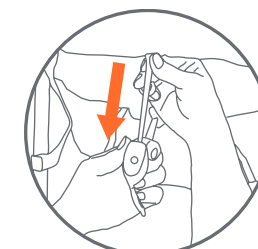
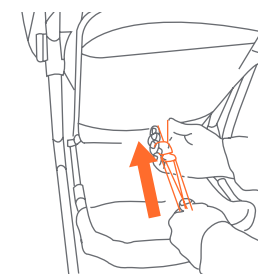

Fig. 20a
Fig. 20b
20) • Le siège est inclinable à plusieurs positions, l'inclinaison est ajustée par une sangle et une boucle derrière le siège (Fig. 20a). Pour incliner le siège, desserrer la sangle et ajuster à l'inclinaison désirée (Fig. 20b). Pour placer le dossier du siège dans une position verticale, appuyer sur l'arrière du siège d'une main tout en tirant sur la sangle avec l'autre. La sangle se verrouille automatiquement.